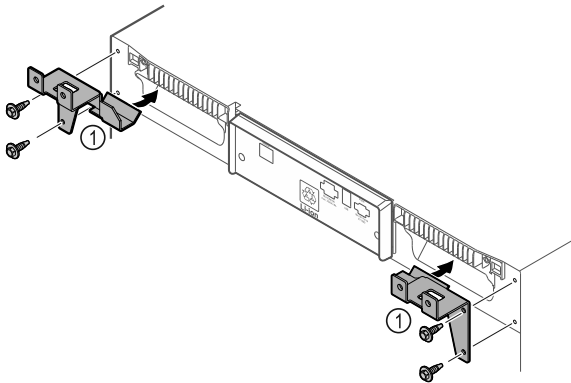

Fig. 10
- ▶ Fixer les pièces de retenue Fig. 10 (1) à l'appareil à l'aide des vis fournies.